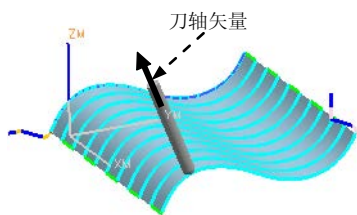

图 5.4.16 “垂直于部件”刀轴矢量（一）
- **垂直于部件**：选择此选项后，刀轴矢量将在每一个刀具与部件的接触点处垂直于部件表面，如图 5.4.16 ~ 5.4.17 所示。参考文件路径：D:\ugnx7.9\work\ch05\ch05.04\ per_workpiece。